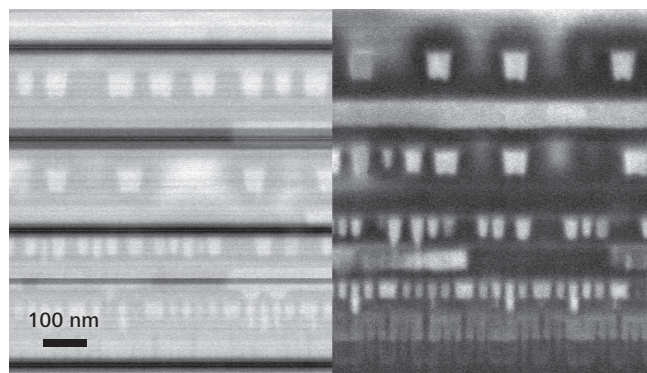

図 1 標準の Mill + SEM (左) と HDR Mill + SEM (右) による加工中の SEM 像。Crossbeam 750 の HDR Mill + SEM は、バックグラウンドのないクリアな視認性を提供し、即時のビジュアルフィードバックを可能にする。
- 新しいスキランジェネレーターにより、ハイダイナミックレンジ (HDR) Mill + SEM と呼ばれる SEM/FIB のインターワーブンモードが導入されました。このモードでは、FIB により発生する二次電子 (SE) バックグラウンドを完全に抑制することで、どの FIB プローブで加工を行っている場合でも、SEM 像を明瞭に保つことができます (図 1 参照)。これにより、プロセス全体を通して微細構造を詳細に観察することが可能になります。